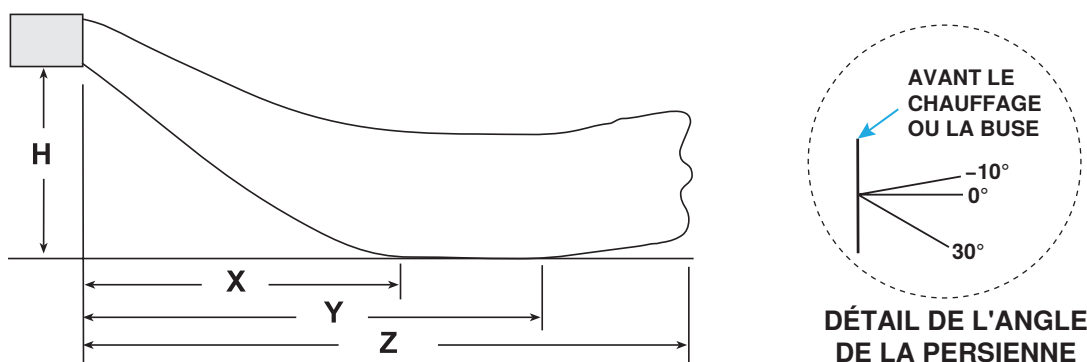

Figure 1. Projection de l'appareil de chauffage (reportez-vous au Tableau 2 et Tableau 3)
La Figure 1 montre les modèles de projection et les Tableau 2 et Tableau 3 répertorient les distances de projection pour les appareils de chauffage suspendus à différentes hauteurs de montage. La projection de l'appareil de chauffage change avec l'ajout de persiennes verticales en option ou d'embouts d'abaissement. Les distances de projection des unités équipées de buses descendantes sont indiquées dans le manuel d'installation du kit de buses descendantes fourni avec le kit.
*Voir Figure 1.